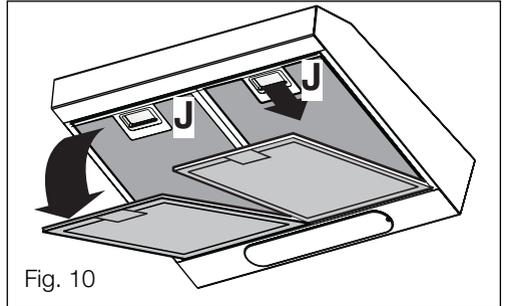

Fig. 10
- Apertar os manípulos **J** na direção oposta e remover os filtros, fig. 10.